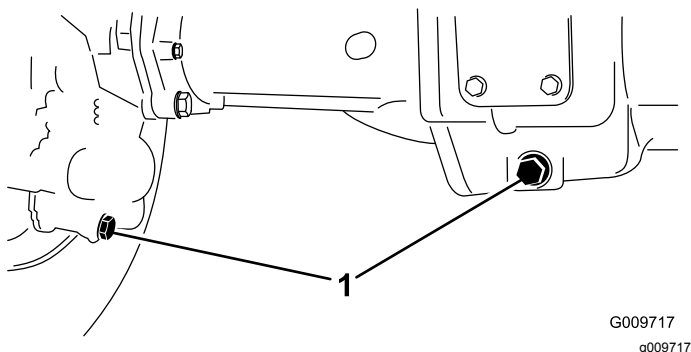

Bild 97
- Reinigen Sie den Bereich um die drei Ablassschrauben, d. h. jeweils eine an beiden Enden und eine in der Mitte (**Bild 97**).